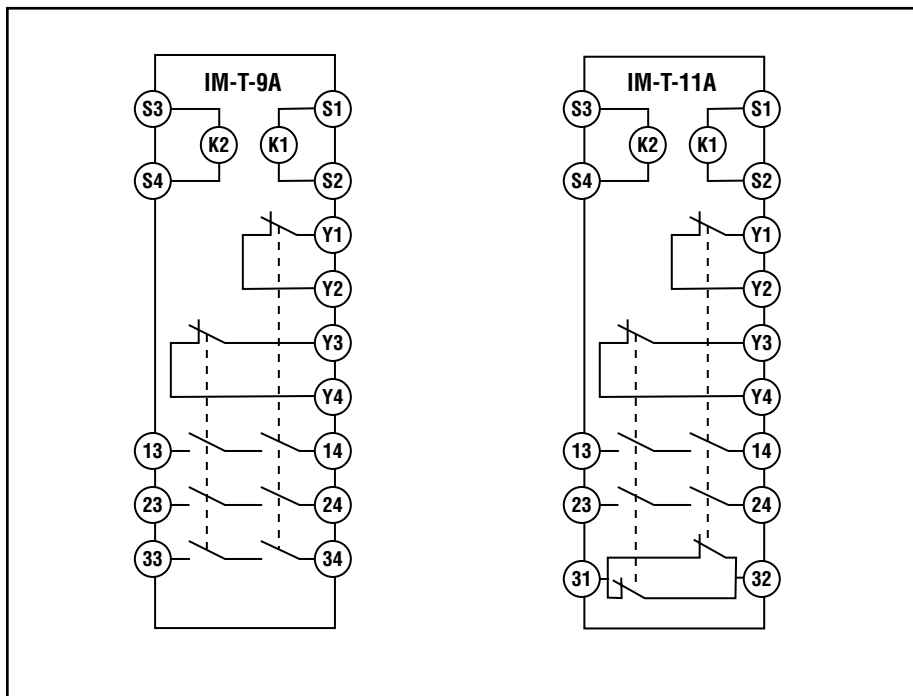

Abbildung 4. Interface-Modul, Steckerbelegung
2) **IMMER Klemmen Y1-Y2 und Y3-Y4 dieses Interface-Moduls an den Überwachungseingang der primären Sicherheitsvorrichtung anschließen, die das Modul steuert (siehe Abbildung 4 bis 9).**